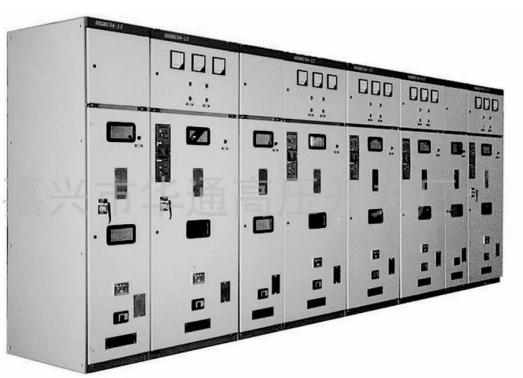
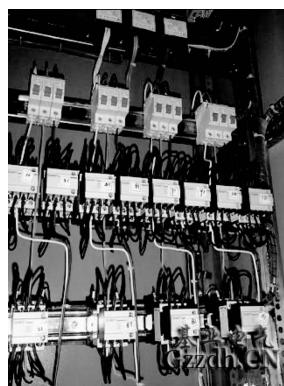

图 1-3 低压电气配电柜
图 1-4 低压电气控制柜
低压电器被广泛地用于工业电气控制和建筑电气控制系统中,如低压电气配电柜、低压电气控制柜、自动生产线的电气控制等,分别如图 1-3、图 1-4 和图 1-5 所示。
(1)图 1-3 为某企业的低压电气配电柜,用来给大型电气控制设备供电,包含配电柜、框架式低压断路器、塑壳式自动空气开关、测量仪表、启动按钮等。
(2)图 1-4 为用来控制高层恒压供水的电气控制柜。它包含电气控制柜、微型断路器、接触器、电动机软起动器、变频调速器、控制按钮、信号指示灯、接线端子等。